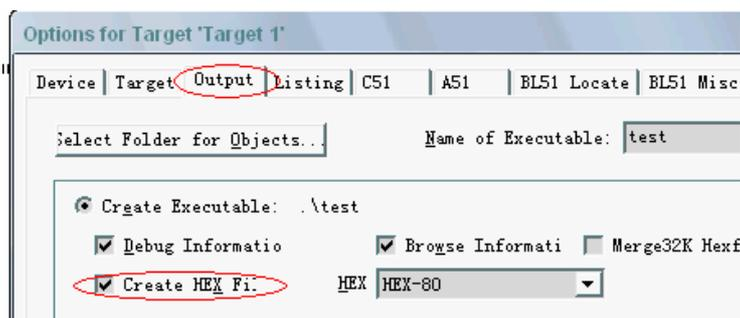

图 5 生成 hex 文件
9、在选项卡 output 中钩上 create hex file，点确定，如图 5 ；